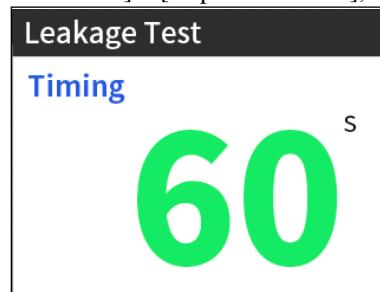

Рис. 5.2.1
- 2) Выберите режим [Leakage test] в главном меню и нажмите кнопку [Run]. Система включается в работу. Оцените утечки из форсунки по наличию капель на распылителе или их отсутствию. Обычно, не должно образовываться более одной капли в минуту. По умолчанию, продолжительность тестирования составляет 60 секунд, давление при teste на утечку превышает заводское значение на 10%. Давление можно отрегулировать нажатием кнопок [Pressurization] и [Depressurization], как показано на рис. 5.2.1.